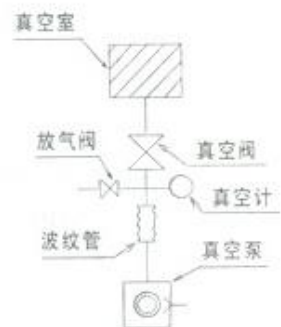

图3 与真空室的连接图例
(1) 真空室、管道、真空阀等的内壁经充分清洗后才能与泵连接。若在污染状态下连接，极限压力升高，达到规定压力所需的减压时间也将延长。
(2) 为使泵的振动不传到真空室，建议安装波纹管。
(3) 真空室与泵之间按图3安装真空阀、真空计及放气阀。